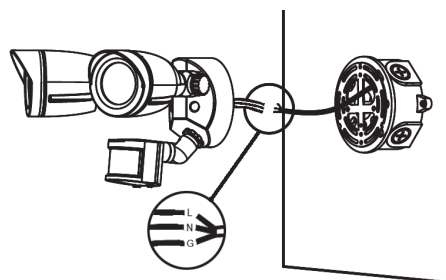

Fig. 4A
5. Connect the wires, refer to the Wiring Diagram: GROUND luminaire wire (green) connected to the ground junction box wire (green), LINE luminaire wire (black) connected to line power supply wire (black), NEUTRAL luminaire wire (white) connected to neutral wire (white) (Fig. 4A, Fig. 8).
5. Connecter les fils, en vous référant au schéma de câblage: Le fil du luminaire de mise à la terre (vert) est connecté au fil de la boîte de jonction de mise à la terre (vert), le fil du luminaire VIVANT (noir) est connecté au fil d'alimentation de ligne (noir), le fil du luminaire NEUTRE (blanc) est connecté au fil neutre (blanc) (Fig. 4A, Fig. 8).